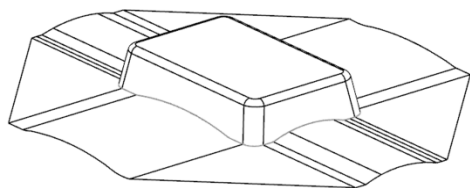

图 5-8 创建整个零件的分型面
(18) 重复三次，创建整个零件的分型面，如图 5-8 所示。